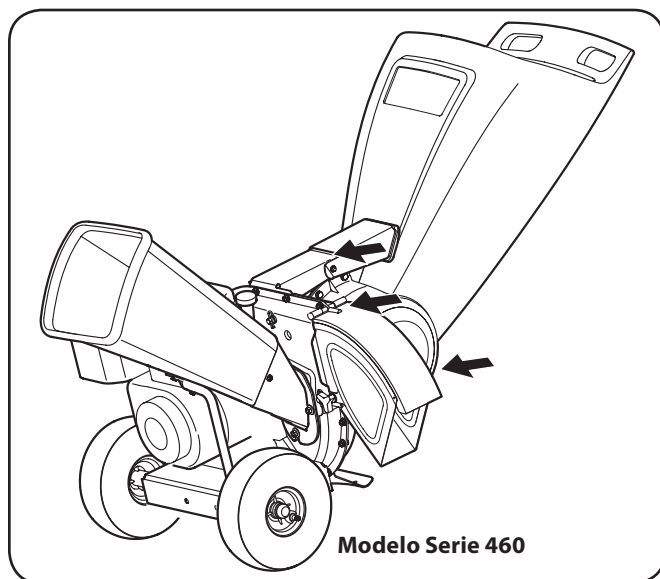

Figure 6-1
1. Lubrique la varilla y el resorte de liberación con aceite liviano una vez por temporada. Vea la Figure 6-1.